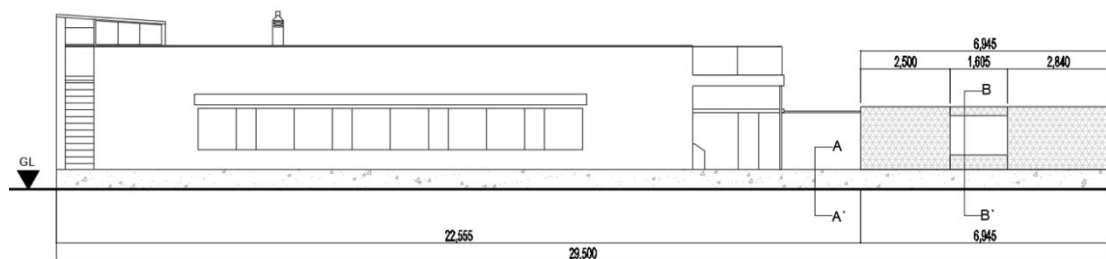

図1 湖（調整池）側から観た全体立面図
2.1 湖（調整池）側から見た全体立面図（図1）
今回の制作では、石積みのレマン湖側擁壁のうち、基部にあたる全長 29.5m、高さ 55cm、幅 50cm の腰壁部分を鉄筋コンクリートで、図 1 で右側の網掛けのピクチャ・ウィンドウ部分（写真 1 の白く塗装された部分）は、倒壊などの安全面を考慮して単管とステンレス製金網を用いて制作した。